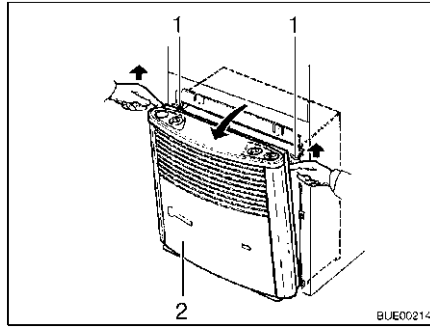

Bild 114 Heizungsverkleidung abnehmen
- Heizungsverkleidung (Bild 114,2) abnehmen. Dazu die Verkleidung oben nach vorn ziehen, Haltefedern (Bild 114,1) seitlich nach oben drücken und Verkleidung nach vorn klappen.